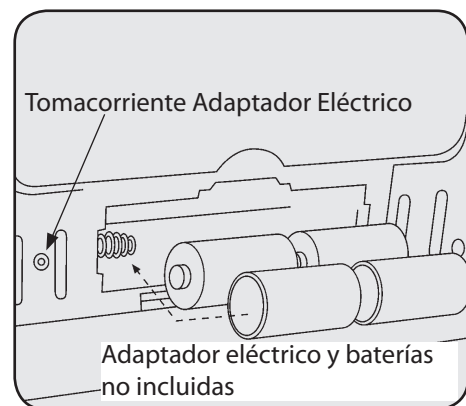

Figura 6
9. Para que el ventilador funcione, se necesitan 4 baterías D. El compartimiento de las baterías está ubicado en el panel posterior inferior del calentador. Siga las instrucciones en la cubierta de las baterías para una correcta instalación de las baterías. Ver Figura 6.
10. El calentador también puede recibir suministro eléctrico desde un adaptador eléctrico F276127. Requiere un adaptador de 6 voltios de CC con una corriente de hasta 800 miliamperios con polaridad positiva en la punta. Ver Figura 6.
12. Para que el ventilador funcione, se necesitan 4 baterías D. El compartimiento de las baterías está ubicado en el panel posterior inferior del calentador. Siga las instrucciones en la cubierta de las baterías para una correcta instalación de las baterías. Ver Figura 6.
13. Ventilador de la calefacción también se puede alimentar con adaptador eléctrico, **F276127**. Requiere un adaptador de 6 voltios de CC con una corriente de hasta 800 miliamperios con polaridad positiva en la punta. Ver Figura 6.